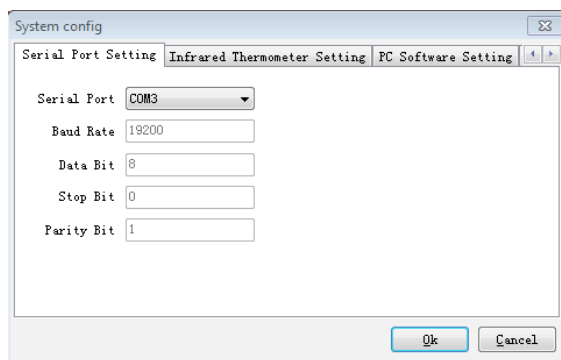

Рис. 1
3.4.1 Для корректного подключения прибора к ПК выберите COM3 на первой вкладке (Serial Port Setting), как показано на рис. 1.